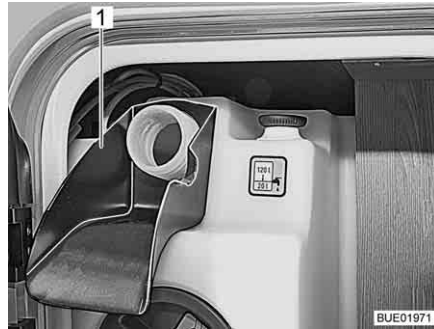

Bild 247 Einfüllhilfe
- Einfüllhilfe (Bild 247, 1) auf Trinkwasser-Einfüllstutzen stecken.